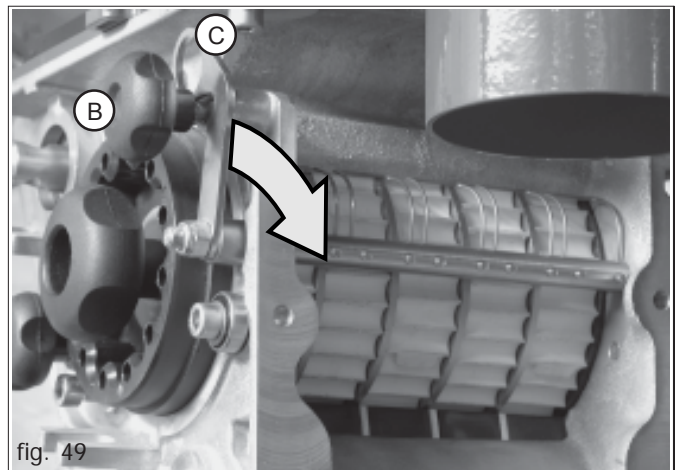

fig. 49
... aflojar el pomo (B, Fig. 49), extraer las palancas (C) del propio asiento en el sentido de la flecha.
- 1) Aflojar y quitar el pomo (A Fig. 49) y desplazar la palanca (B) en el sentido de la flecha.